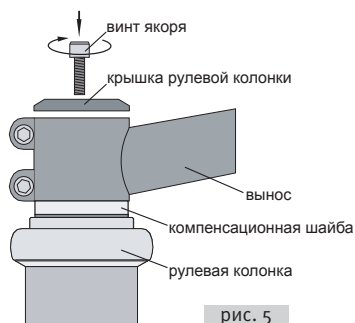

рис. 5
- 3.2.1. Убедитесь, что все сборочные единицы рулевой колонки собраны правильно и стоят на своих местах (рис. 5).